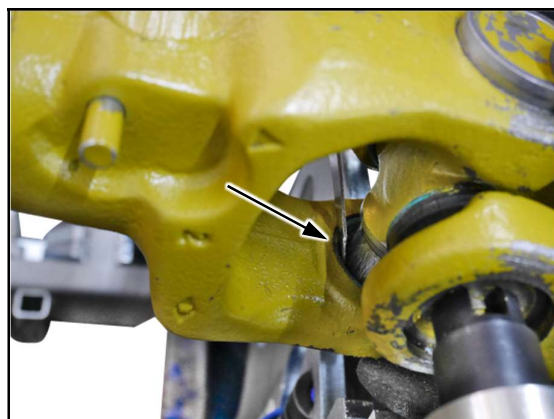

Fig. 20
20. Ablassventil an Handpumpe öffnen, so dass der Drücker (1) die Gelenkgabel freigibt.
22. Klemmspatel in den Spalt einführen, wie in Fig. 20 und Fig. 22 dargestellt.
30. Klemmspatel in den Spalt einführen, wie in Fig. 20 und Fig. 22 dargestellt.
40. Klemmspatel in den Spalt einführen, wie in Fig. 20 und Fig. 22 dargestellt.
wie in Fig. 20 und Fig. 22 dargestellt.